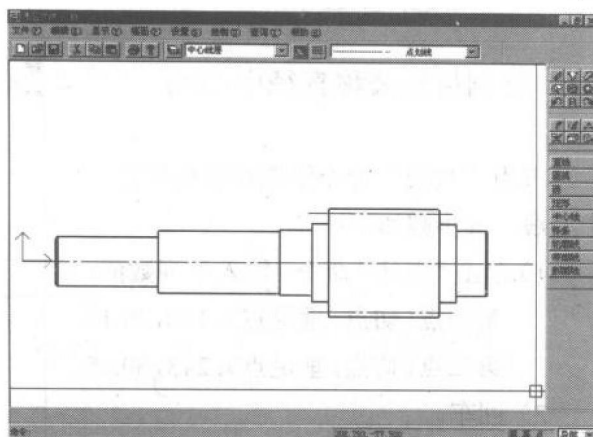

图 1-16 镜像另一半对象
其结果如图 1-16 所示。
1) 选择对象（选择图 1-16 中的中心线）；